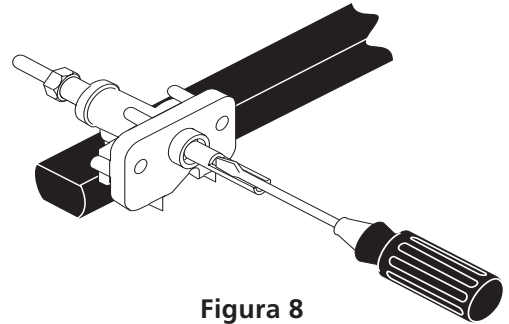

Figura 8
2. El quemador se deberá encender en cuatro (4) segundos para un funcionamiento normal, después de que el aire haya sido purgado de la tubería de suministro de gas. Controle visualmente que el quemador se haya encendido.
10.4 Ajuste de la Posición LOW (BAJA) Para la Válvula del Quemador Superior (Figura 8)